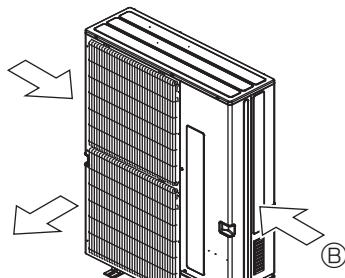

Fig. 2-17
- ② Posicione a unidade de forma a que o ar seja libertado perpendicularmente à direcção do vento, se possível. (Fig. 2-17)